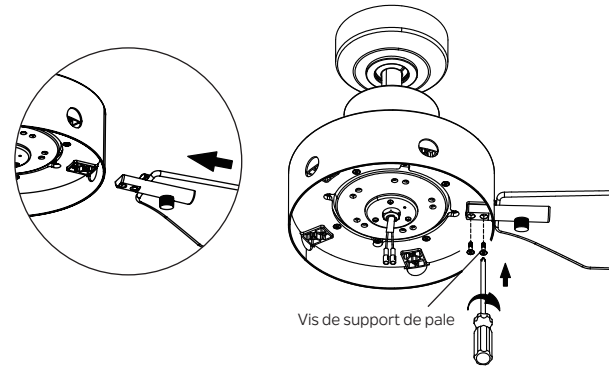

Fig. 19
Étape 2. Fixez les supports de pale au moteur à l'aide des vis de support de pale, comme illustré. (Fig.19)